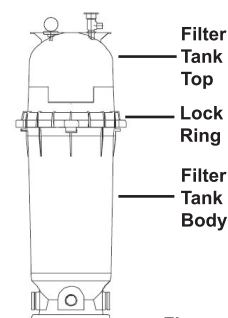

Figure 1.
2. Controleer of de O-ring in positie is in de onderste helft van de tank. Plaats het filterafsluitdeksel boven de onderste helft van de tank en controleer of het volledig en stevig op de tank is bevestigd (zie afb. 1).